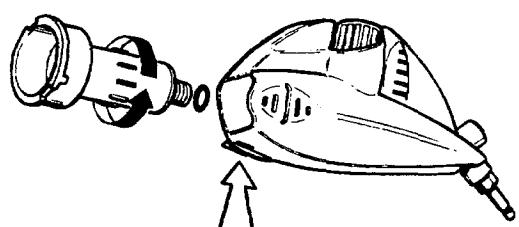

Fig. 3
1. Trykk ned utløsertappen (se pil i Fig. 3) for å låse opp filteret.